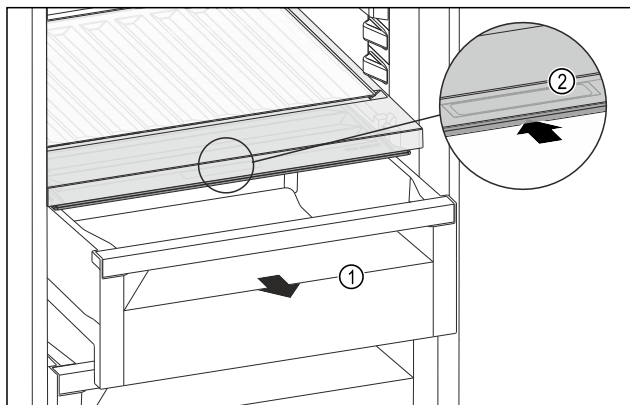

Fig. 177
- Tërhiqni jashtë sirtarin Fig. 177 (1).
- Kapni dorezën e futur Fig. 177 (2) në kapakun e ndarjes dhe në të njëjtën kohë shtyni për prapa kapakun e ndarjes.